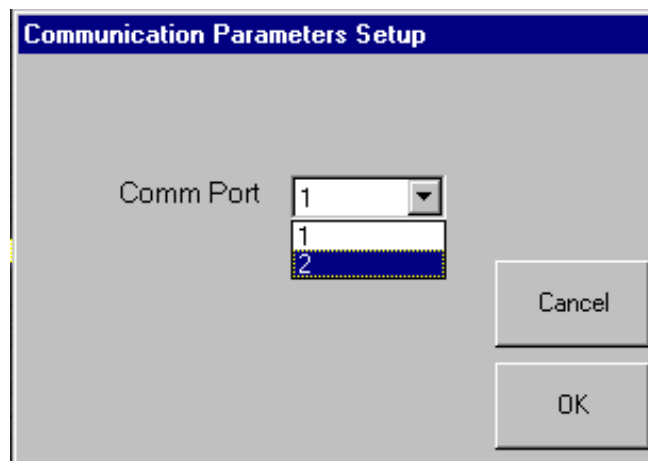

Fig. 13.8
- b. Choisir le Comm Port 2 (port de communication) et appuyer sur le bouton OK de la boîte de dialogue Communication Parameters. Voir Fig. 13.8.